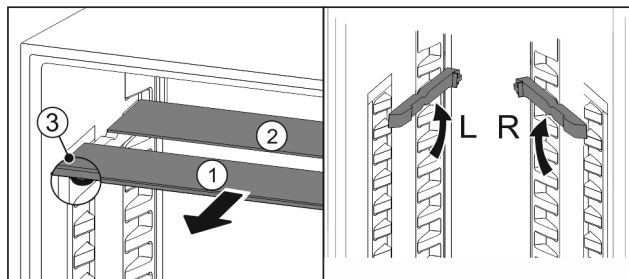

Fig. 58
- ▶ Izvucite Fig. 58 (1) staklene ploče jednu po jednu prema naprijed.
- ▷ Staklena ploča Fig. 58 (1) s ukrasnom letvicom nalazi se sprijeda.
- ▷ Zaustavljači Fig. 58 (3) su usmjereni prema dolje.